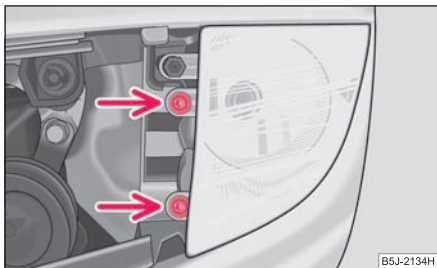

Fig. 210 Demontarea becului farului de ceață
- Desfaceți șuruburile ⇒ fig. 210 și scoateți farul de ceață.
- Înșurubați șuruburile ⇒ fig. 210 și montați grila ⇒ pagina 211. ■